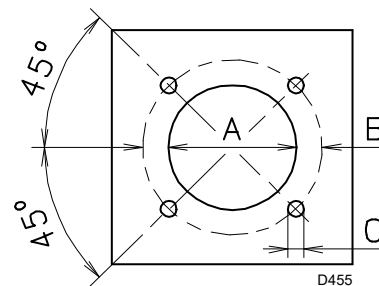

Рис. 14
Просверлите отверстия во фланце котла, который закрывает камеру сгорания, как показано на рис. Рис. 14. Положение резьбовых отверстий можно разметить с помощью теплового экрана из комплекта горелки.
- Вставьте горелку в ранее подготовленное отверстие котла (Рис. 14) и закрепите ее при помощи винтов из комплекта поставки.